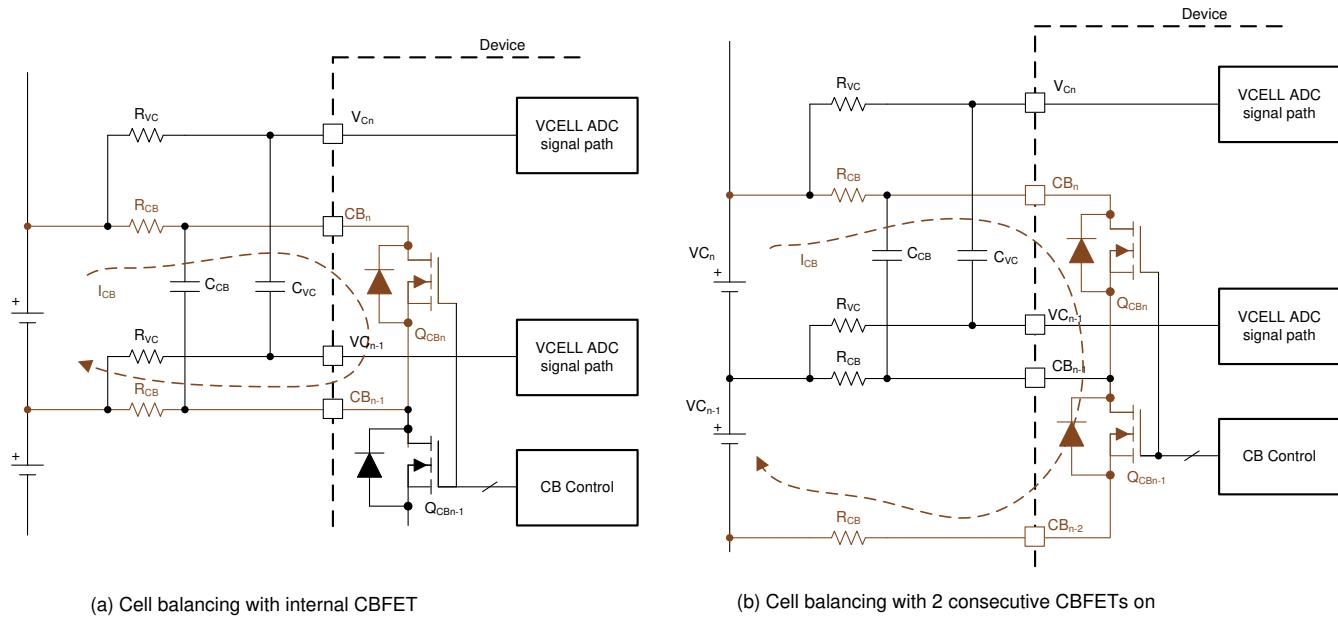

图 8-13. 内部电芯均衡和均衡电流的流动
- 无连续 CBFET 导通时的均衡 (图 8-13 (a)) : $I_{CB} = V_{Cell}/((2 \times R_{CB}) + R_{dson_{QCB}})$
- 两个连续 CBFET 导通时的均衡 (图 8-13 (b)) : $I_{CB} = (\text{两个 } V_{CELL} \text{ 之和}) / ((2 \times R_{CB}) + R_{dson_{QCBn}} + R_{dson_{QCBn-1}})$
- 手动均衡控制 (**[AUTO_BAL] = 0**)：通过该方法，器件将在接收到 **[BAL_GO] = 1** 后开启具有非零均衡计时器设置的 CBFET。在电芯均衡期间不会进行奇数和偶数通道切换，并且在该控制下 **BAL_CTRL1[DUTY2:0]** 设置不适用。主机 MCU 可以通过该方法启用两个连续的 CBFET，并且最多可以启用八个 CBFET。当两个连续的 CBFET 启用并且两个通道都连接到电池电芯时，与没有相邻的 CBFET 启用相比，均衡电流显著不同（图 8-13）。提供 **DEV_CONF[NO_ADJ_CB]** 位是为了在不打算开启相邻通道以进行均衡的系统中避免无意启用相邻的 CBFET。在该控制方法中，器件依靠 MCU 来启用适当的通道。如果 MCU 发送 **[BAL_GO] = 1**，但 CBFET 在无效条件下启用，则器件不会开始均衡并且会设置 **BAL_STAT[INVALID_CBCONF] = 1**。无效配置为以下任一配置：